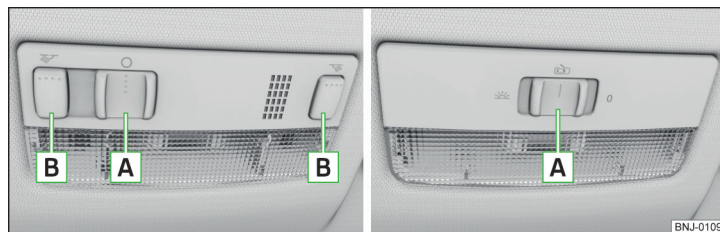

Fig. 59 Operarea lămpilor față: Varianta 1/varianta 2
**Pozițiile comutatorului luminos deplasabil**  » **fig. 59**.
**Activare/dezactivare (prin apăsarea comutatorului corespunzător **B**) » fig. 59**